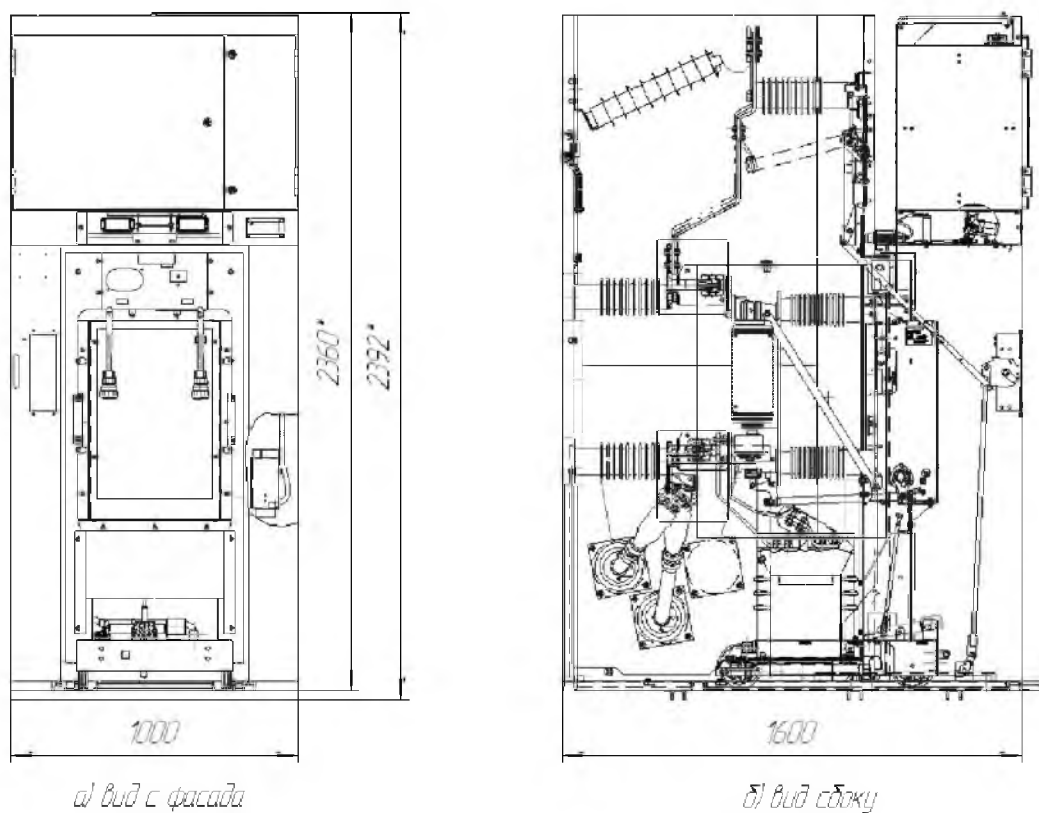

Рисунок 4 – Шкаф однополюсного выключателя
- шкаф однополюсного выключателя питающей линии тяговой сети или запасного выключателя (соответственно для соединения питающей линии тяговой сети со сборными шинами РУ или главной сборной шины РУ с запасной) (см. рисунок 4);
- шкаф однополюсного выключателя плавки гололеда (для соединения линии электропередачи напряжением 110 кВ и более со сборными шинами РУ) (см. рисунок 4);
- шкаф однополюсного выключателя устройства фильтрации и компенсации (для соединения компенсаторно-реакторной установки устройства фильтрации и компенсации со шкафом двухполюсного выключателя устройства фильтрации и компенсации) (см. рисунок 4);